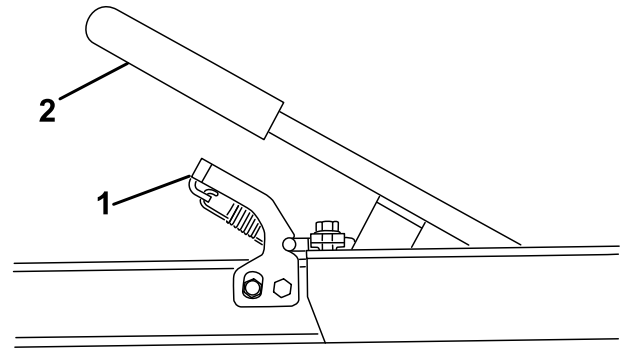

Figura 7
2. Controle la posición de la plataforma del remolque y sujete bien la palanca, luego presione hacia abajo sobre el conjunto de enganche y la palanca de elevación (Figura 7). Baje la plataforma del remolque al suelo.